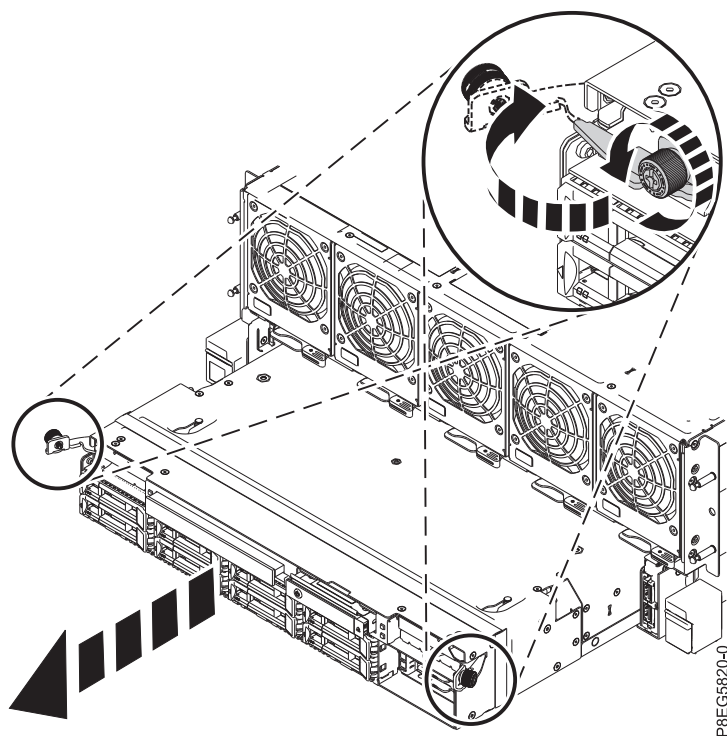

Figura 9. Removendo o conjunto RAID do sistema
2. Gire os parafusos de aperto manual no conjunto RAID para afrouxá-los, conforme mostrado em Figura 9.